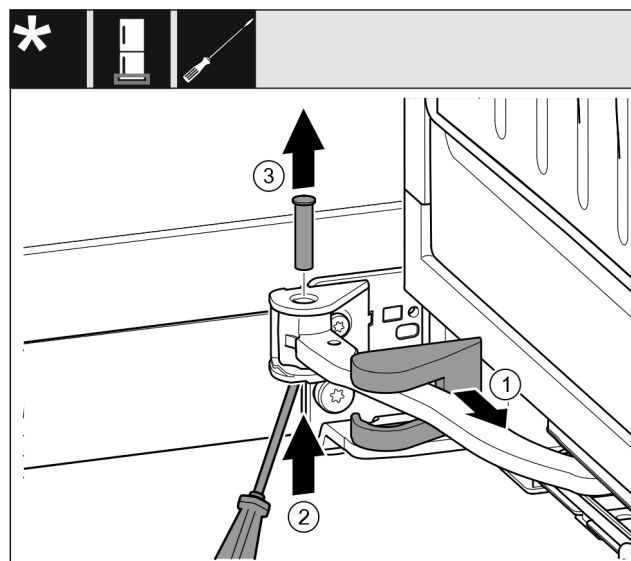

Fig. 17
- Retirer le cache du support de palier Fig. 17 (1) et le déplacer le long de la jointure.
- Soulever l'axe Fig. 17 (2) par le bas avec un tournevis.
- Retirer l'axe Fig. 17 (3) par le haut.